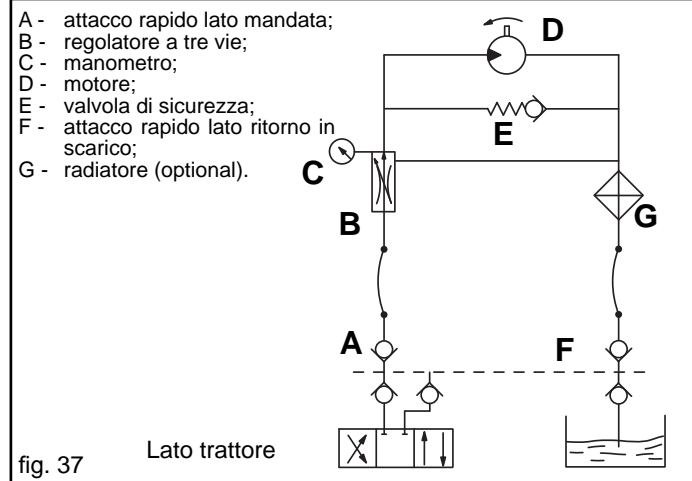

fig. 37
- **Alimentazione dell'olio:** attenersi ai dati dello schema Fig. 37.
Nei trattori con pompa a portata variabile (circuito idraulico chiuso), dotati di regolatore della portata d'olio, si deve aprire completamente il regolatore a tre vie (B, Fig. 37) e partendo con poca portata d'olio aprire gradualmente il regolatore interno del circuito del trattore fino al raggiungimento della pressione desiderata, indicata dal manometro (C, Fig. 37).